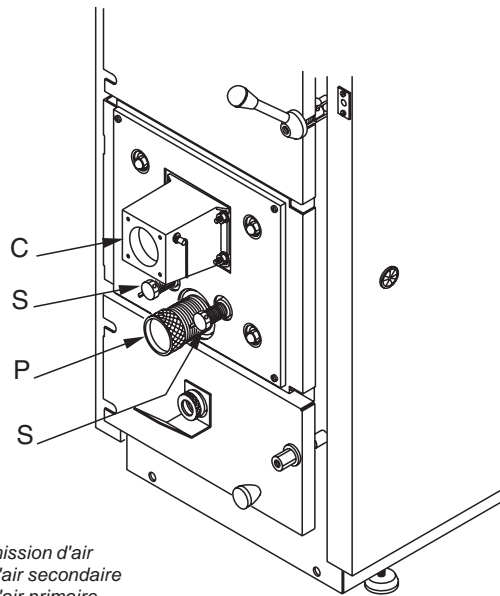

fig. 29
La chaudière AIREX 2S BICOMB MODUL est dotée d'un ventilateur d'aspiration des fumées (pos. 6 - fig. 7), d'un collecteur de distribution de l'air de combustion (pos. C - fig. 29) et de 3 vis de réglage d'air primaire et secondaire (pos. P et S - fig. 29).